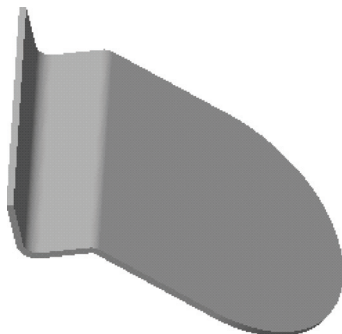

图 13-25 创建法兰壁
STEP 09 单击“完成”按钮, 即可创建法兰壁，效果如图 13-25 所示。